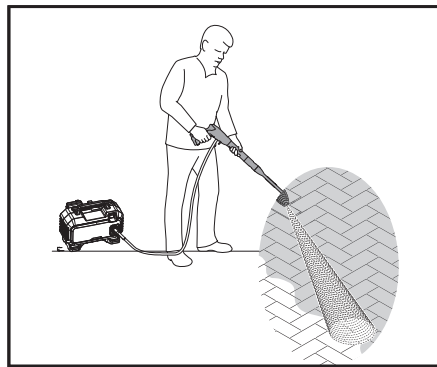

Fig. 12
2. Configure un patrón de pulverización adecuado si utiliza la boquilla variable (19).
4. Sujete la pistola pulverizadora (15) con las dos manos.
5. Encienda la máquina pulsando el interruptor de encendido/apagado (3) en la posición "I".
7. Presione completamente el gatillo de la pistola pulverizadora (15a) para iniciar el chorro de agua, como se muestra en la Fig. 12.